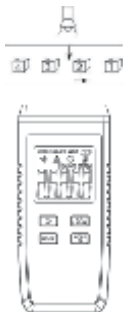

Рис. 3.
**Подсчет объектов с внешним источником подсветки (рис. 3)**